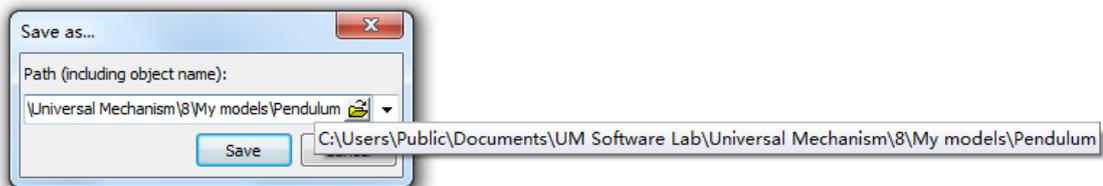

图 1.13 保存模型
2. 设置保存路径为 `{UM Data}\My models\Pendulum`（可自定义路径），如图 1.13 所示。